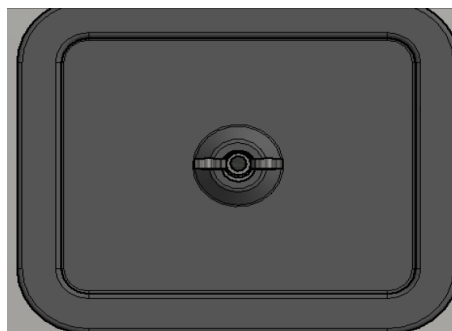

Figura 9
- Extraer la cubierta protectora para limpieza (**vea figura 6**) y extraer la tapa registro de acceso (**vea figura 9**) fijada con un tornillo.